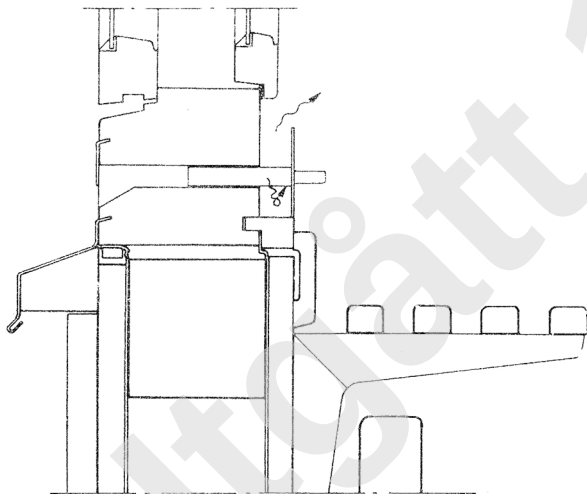

Fig. 37.
- 37 Luftekanaler i underkarmen utføres i prinsippet på samme måte og med de samme mål som for overkarmen, se fig. 37.